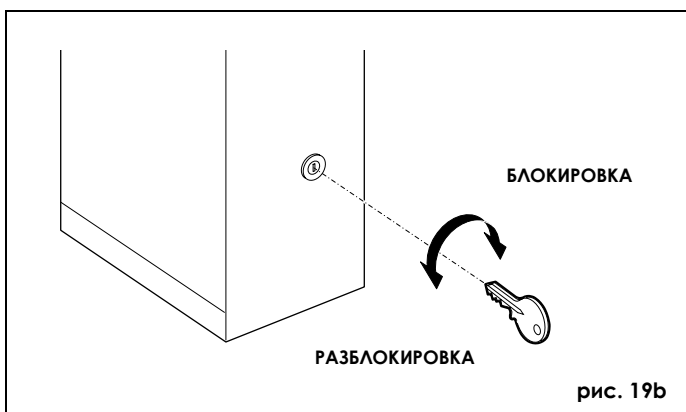

рис. 19b
– Вставьте стандартный (рис. 19а) или индивидуальный ключ (рис. 19b) в замок и проверните его **против часовой стрелки** на 1 оборот.
– медленно проверните ключ **против часовой стрелки** до точки, когда его можно будет вынуть (рис. 19b).